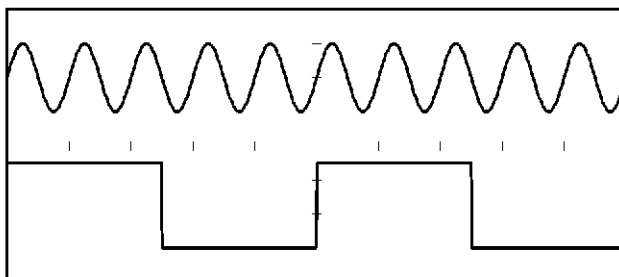

図 8-10 コンティニュアス、Pos の波形
13. 図 8-10 のように、トリガ信号の上がりエッジから連続して正弦波信号が出力していることをオシロスコープで確認します。